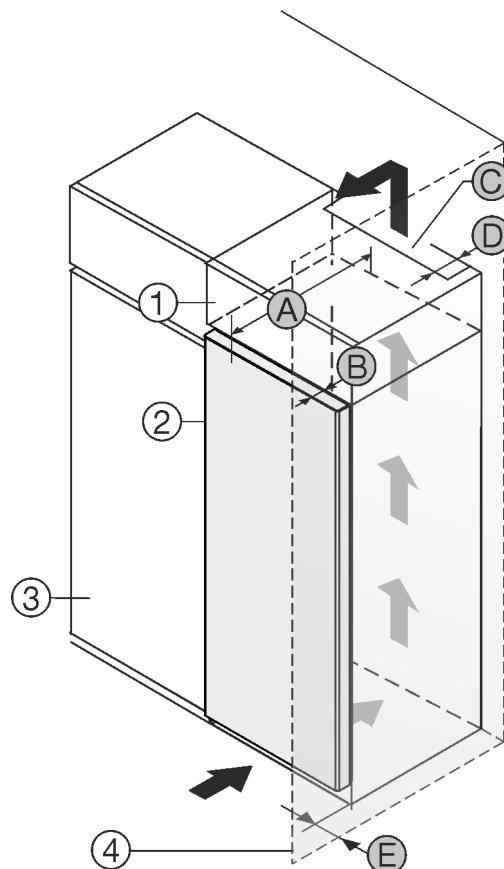

Fig. 1
(1) Dollapi i montimit \*
(2) Pajisja \*
(3) Dollapi i kuzhinës \*
(4) Muri \*
(5) Thellësia e pajisjes \*
Ju mund ta instaloni pajisjen direkt ngjitur me dollapin e kuzhinës Fig. 1 (3).\*
Në faqen e pasme të dollapit së montimit duhet të ketë një hapësirë ajrimi me thellësi Fig. 1 (D) në të gjithë gjërësinë e dollapit të montimit.\*
(6) Thellësia e derës \*
(7) Seksioni tërthor i ajrit \*
(8) Distanca nga fajja e pasme e pajisjes \*
(9) Distanca nga pjesa anësore e pajisjes \*
Nën mbulesën e hapësirës duhet respektuar seksioni tërthor i qarkullimit të ajrit Fig. 1 (C).\*
Nëse instaloni pajisjen me mentesha pranë një muri Fig. 1 (4), atëherë duhet që distanca midis pajisjes dhe murit të jetë të paktën 13 mm.\*
Në mënyrë që dera të mund të hapet plotësisht, duhet që pajisja të dalë jashtë përparrë kanatit të dollapit të kuzhinës sa thellësia e derës Fig. 1 (B). Në varësi nga thellësia e dollapëve të kuzhinës Fig. 1 (3) dhe përdorimi i ruajtësve të distancës nga muri, pajisja mund të dalë më shumë përparrë dollapit.\*